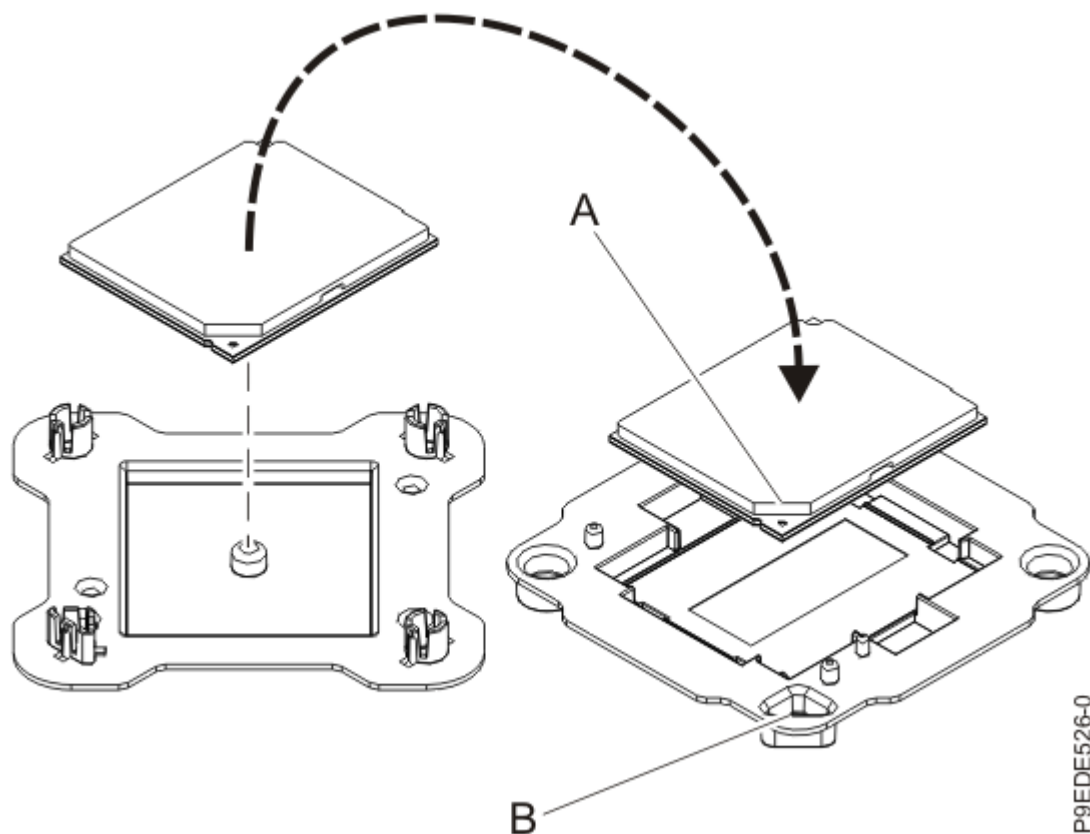

Figura 32. Colocación del módulo del procesador del sistema en el empaquetado
9. Sujete por los bordes con cuidado el módulo del procesador del sistema que ha sustituido y levántelo de la cubierta del desactivado. Alinee la esquina biselada del módulo **(A)** con la esquina del empaquetado con el triángulo **(B)** y colóquela en el empaquetado, como se muestra en la Figura 32 en la página 35. Cierre la cubierta de empaquetado.